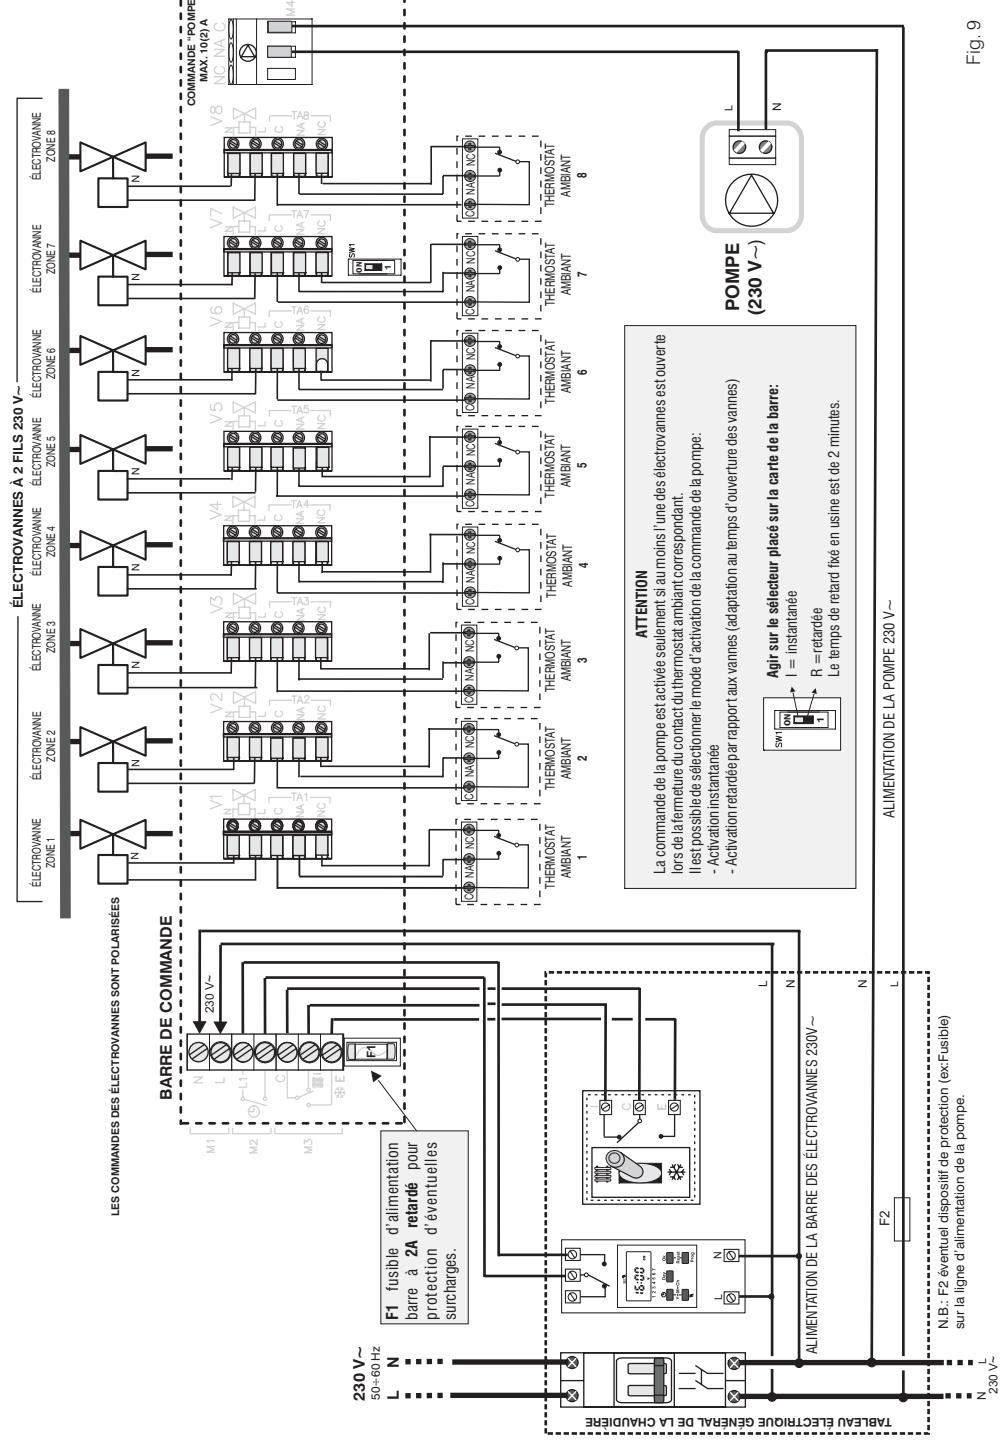

Fig. 9
- Effectuer les branchements électriques comme il est indiqué dans le schéma électrique suivant (fig. 8),selon le modèle: 4, 6 ou 8 zones (voir aussi l'exemple du schéma d'installation à la page suivante - fig. 9).